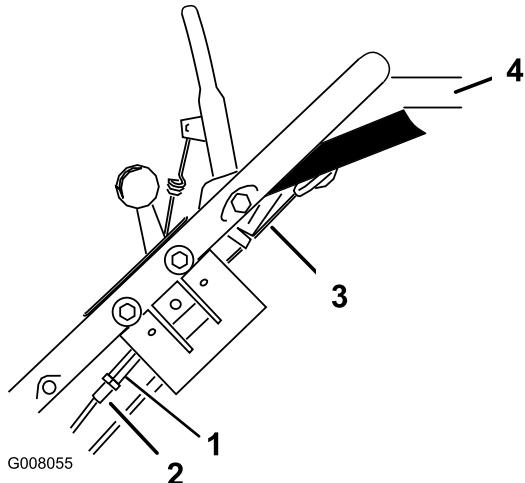

Figure 25
- Desserrez l'écrou de fixation du dispositif de réglage (Figure 25).
- Tournez le dispositif de réglage jusqu'à ce qu'il n'y ait plus de mou dans le câble exposé (Figure 25).